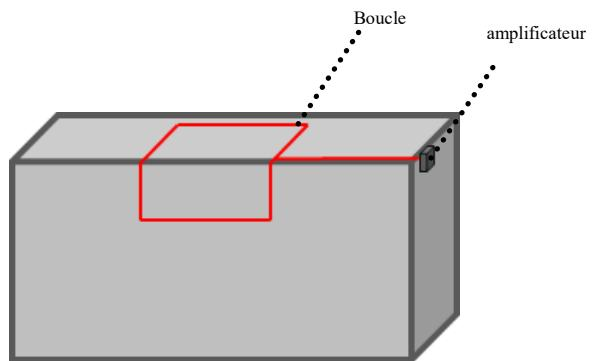

Figure 1.
- 1.** Placez la boucle sur la partie verticale et horizontale du comptoir comme indiqué sur la figure 1. Ce type d'installation permet de garantir une meilleure couverture devant le guichet.